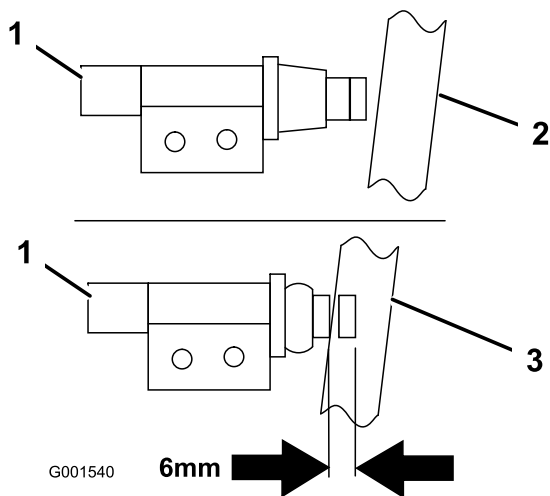

Figura 7
5. Ajuste o novo suporte de forma a que o interruptor do travão seja libertado quando pressiona o interruptor de travão 6 mm Figura 7.